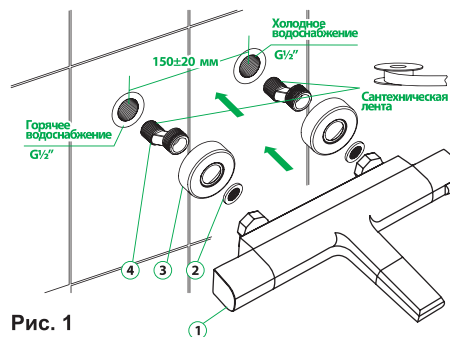

Рис. 1
- Отключите систему холодного и горячего водоснабжения. Ввинтите эксцентрические переходники (4) (см. рис. 1) в выходы трубопроводов системы водоснабжения, предварительно уплотнив резьбовую часть изоляционным материалом. Подберите положение эксцентрических переходников, при котором они совпадут и будут соответствовать присоединительному положению смесителя. При этом положении смесителя должно быть горизонтальным.
- Установите на эксцентрические переходники (4) декоративные чашки (отражатели) (3), установите прокладки с фильтром и с помощью инструмента с мягкими накладками (для избежания повреждения гальванопокрытия) присоедините корпус смесителя так, чтобы отметка горячей воды на смесителе совпала с эксцентриком подачи горячей воды из водоснабжения. Если при установке излив оказался азаратором в верх, переверните его азаратором вниз. Фильтр на прокладке имеет выпуклую форму для увеличения фильтрующей поверхности. При установке прокладка должна быть установлена выпуклой стороной к эксцентрику.